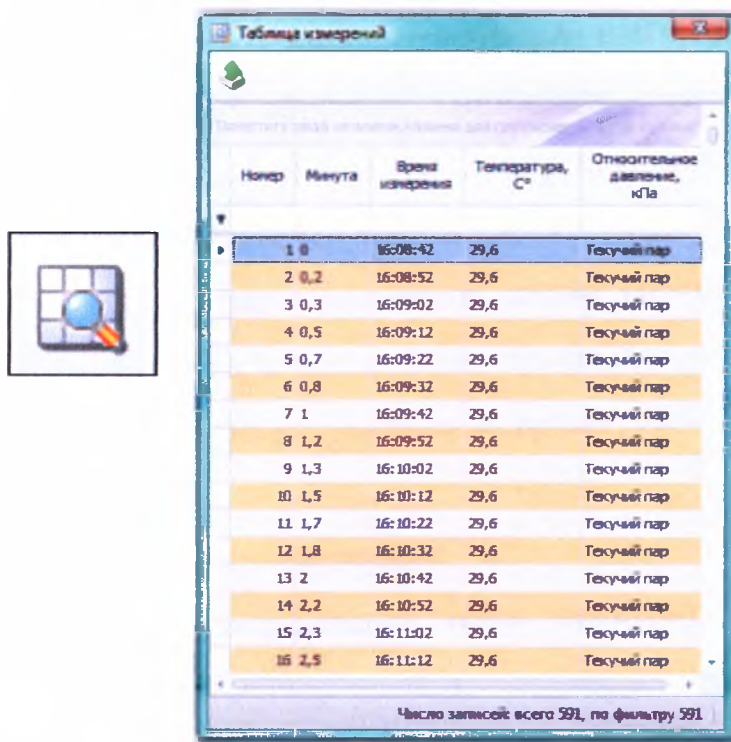

Рисунок 12. Кнопка "Посмотреть таблицу" и окно таблицы
2.3.4.7. Таблица открывается нажатием на кнопку "Посмотреть таблицу", содержащая данные обо всех точках регистрации данных во время контроля стерилизации (номер по порядку, время, температура и давление). Для выгрузки данных таблицы в Excel нажать на кнопку "Экспорт" (см. Рисунок 12).